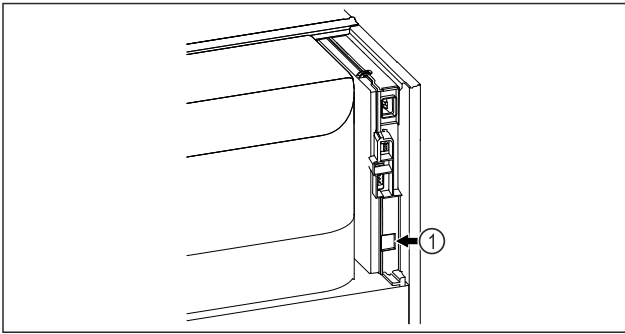

Fig. 86
- Vstavljen je SmartModule Fig. 86 (1).